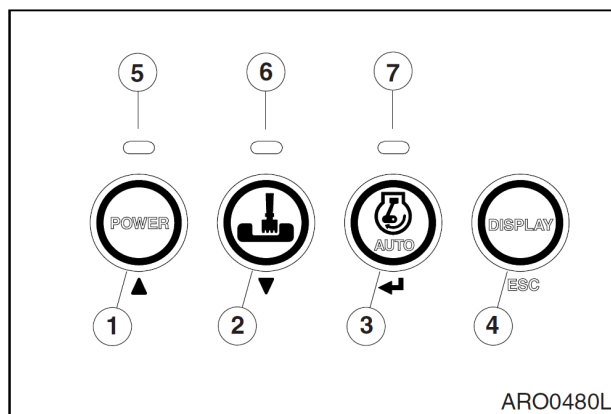

Рис. 46
1. Когда переключатель стартера установлен во включенное положение (ON), режим работы автоматически устанавливается на режим земляных работ.
2. Следует выбрать надлежащий режим работы с помощью переключателей (2, рис. 46) до начала работы.
3. Когда нажата кнопка режима мощности (2, рис. 46), изменение режима мощности на "Digging Mode" (земляные работы) или "Trenching Mode" (рытье траншей) сопровождается звуковым сигналом. При выборе режима рытья траншей загорится светодиодный индикатор (6, рис. 46). При выборе режима выемки грунта светодиодный индикатор (6, рис. 46) гаснет.
2. При включении стартера (ON) режим работы автоматически переключается в автоматический режим холостого хода (AUTO IDLE).
3. На активацию этой функции указывает горящий светодиод (7, рис. 46). Отключение этой функции осуществляется повторным нажатием кнопки выбора режима холостого хода (3, рис. 46). При этом светодиодный индикатор гаснет.